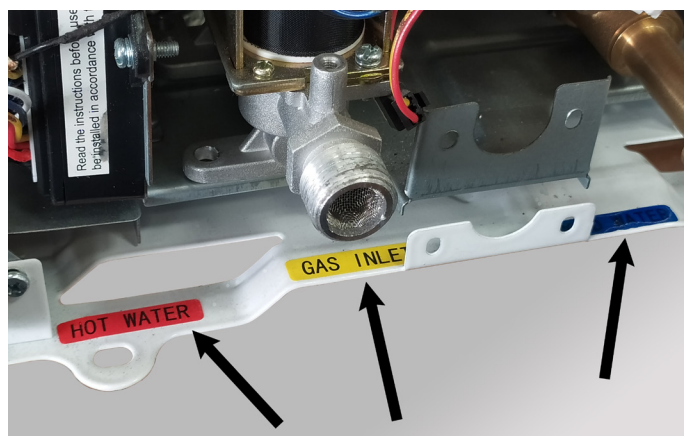

fig. 8 - Cartões das ligações
- Remova as tampas das uniões da água e do gás; ver a fig. 8.